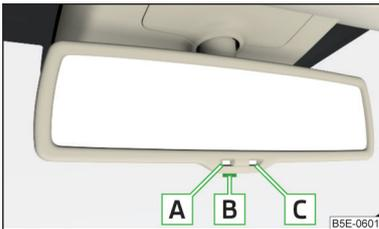

Abb. 61
**Spiegel mit automatischer Verdunkelung - Variante 2** » Abb. 61